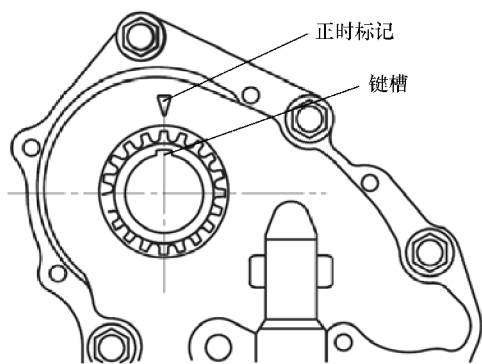

图 10-20 对齐曲轴正时标记
1) 将曲轴链轮的键槽与正时标记对齐,然后将 1 号气缸定位到 TDC 处,如图 10-20 所示。